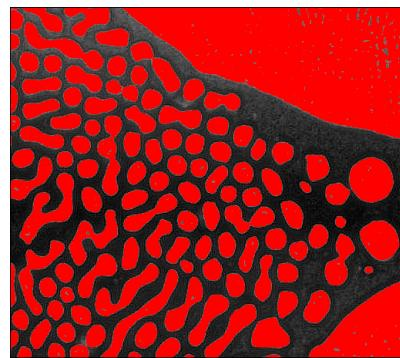

図 3-7 粒子解析スクリプトをテストする
5. スクリプトウィンドウの 2 値化ステップをダブルクリックして、2 値化設定ウィンドウを開きます。図 3-7 は、スクリプトの 2 値化ステップでの Metal3.jpg です。